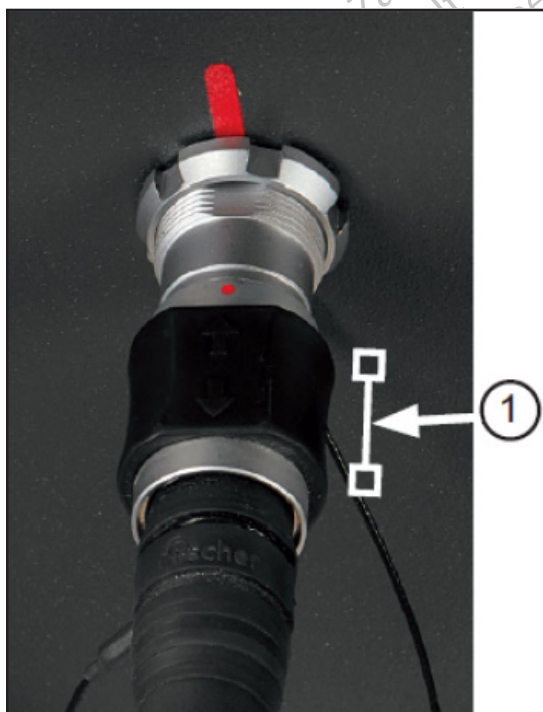

Figura 18. Deconectarea liniei de fibră optică a cablajului cutiei de joncțiune
- b. Deconectați linia de fibră optică de la priza de fibră optică de pe consolă, trăgând de mânerul din cauciuc negru identificat prin punctul din Figura 18.
- b. Deconectați linia de fibră optică de la priza de fibră optică de pe cutia de joncțiune, trăgând de mânerul din cauciuc negru identificat prin punctul din Figura 18.
- b. Deconectați linia de fibră optică de la priza de fibră optică de pe panoul de conexiune mobilă, trăgând de mânerul din cauciuc negru identificat prin punctul din Figura 18.